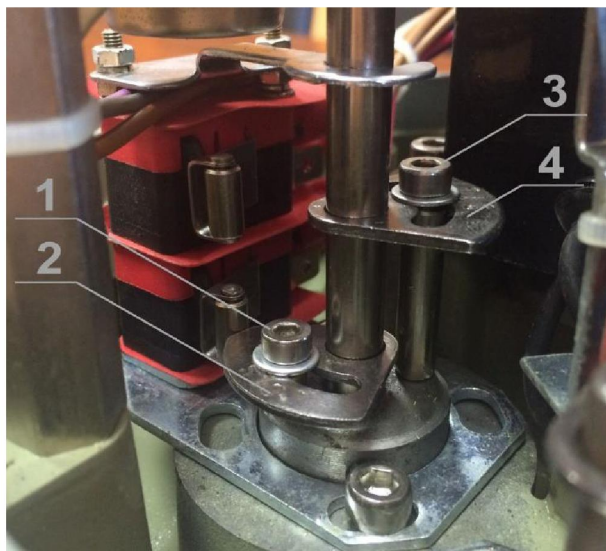

Рис. 3. Блок конечных выключателей
2.3.1.1.3. Ослабить крепежный винт (1) кулачка CLS (2) (рис. 3).
- 2.3.1.2.3. Ослабить крепежный винт (3) кулачка OLS (4) (рис.3).